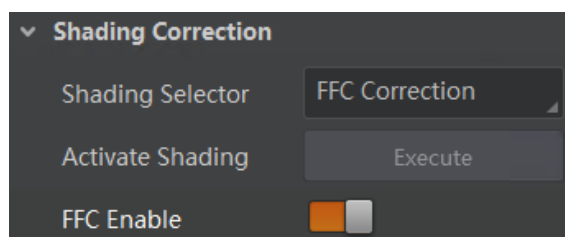

图7-44 FFC 校正设置
3. 勾选 *FFC Enable* 参数, 使能校正功能, 如图 7-44 所示。